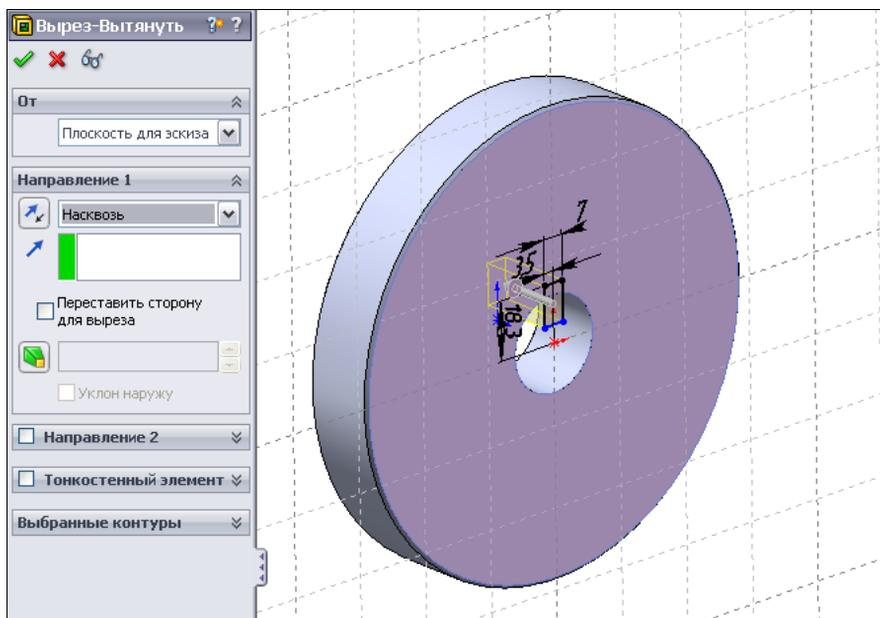

Рис. 2.146
6. Вытянем эскиз шпоночного паза, для чего активизируем кнопку  — **Вытянутый вырез**. На экране откроется окно **Вырез-Вытянуть**. В разделе **Направление 1** укажем граничное условие оформляемого выреза — **Насквозь** (рис. 2.146).